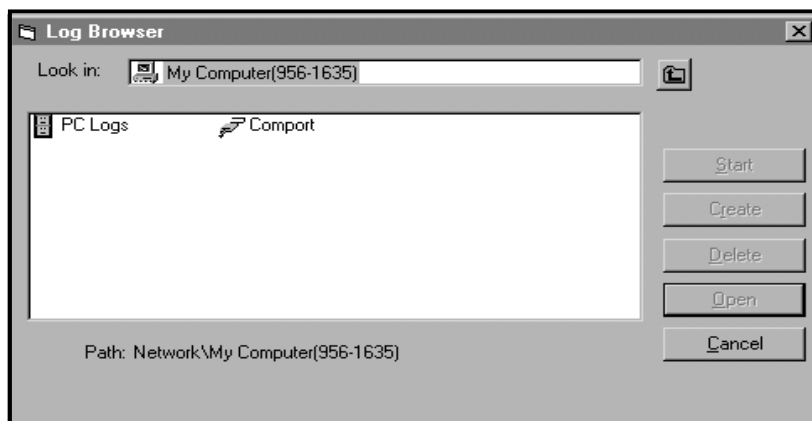

Figura 15: Seleção do tipo de registro
2. Clique duas vezes no nome do computador para avançar para a caixa de diálogo mostrada na Figura 15 abaixo.